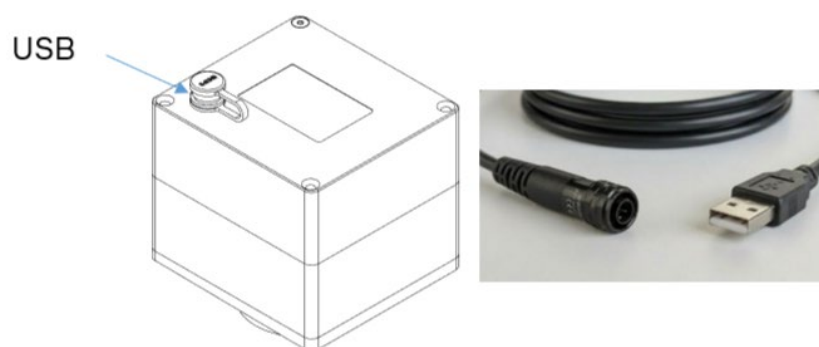

Рисунок 28. Расположение разъема USB
- 6.3.3. Подключить устройство через разъем USB 2.0 к ПК, после инициализации прибора проверить данные, указанные на этикетке прибора (Рисунок 28).